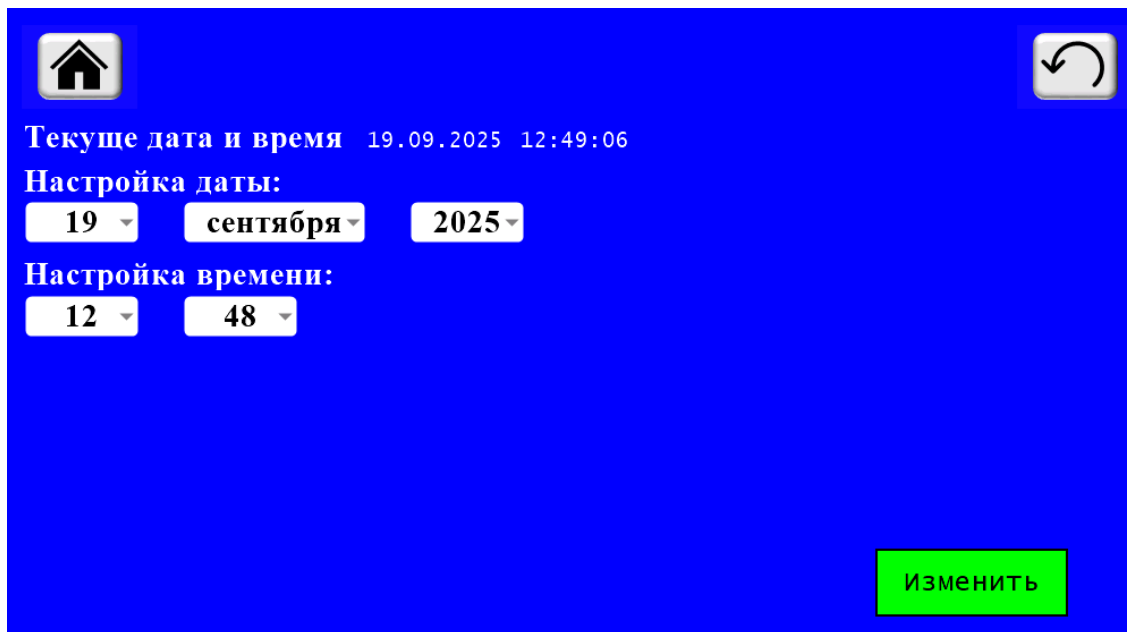

Рисунок 18 – Страница пульта управления с настройками даты и времени
2.3.9.3 Нажать на поле «изм...» рядом с надписью «Дата и время», после этого появится страница «Дата и время» (Рис. 18).